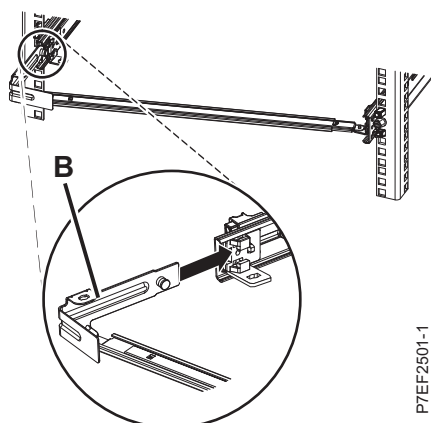

Figura 12. Estendendo o pino e instalando o suporte no trilho deslizante
4. Conecte o suporte de parada de organização de cabos (B) ao slot na parte interna do trilho deslizante esquerdo deslizando o suporte de parada (B) para o trilho deslizante até que o pino com molas se encaixe no lugar. Para obter detalhes, consulte Figura 12 na página 9.